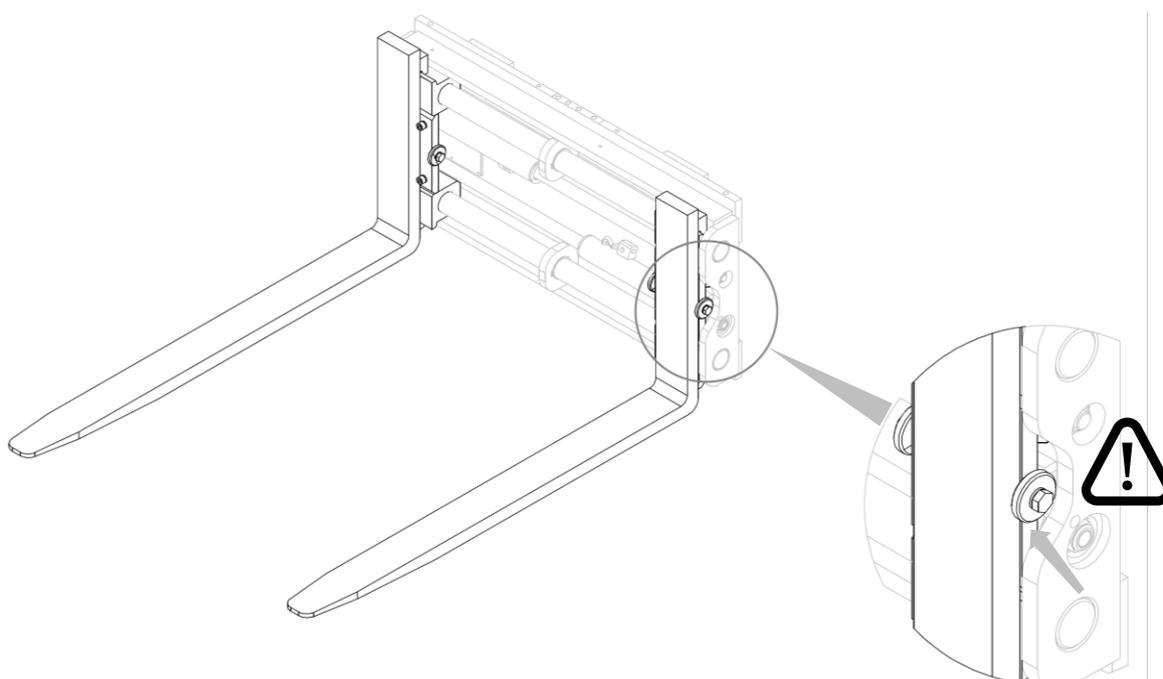

Abbildung 12
2. Nach der Montage, schrauben Sie die Gabelarretierungen wieder an und stellen Sie sicher, dass die Gabelzinken richtig befestigt sind (siehe *Abbildung 12*).